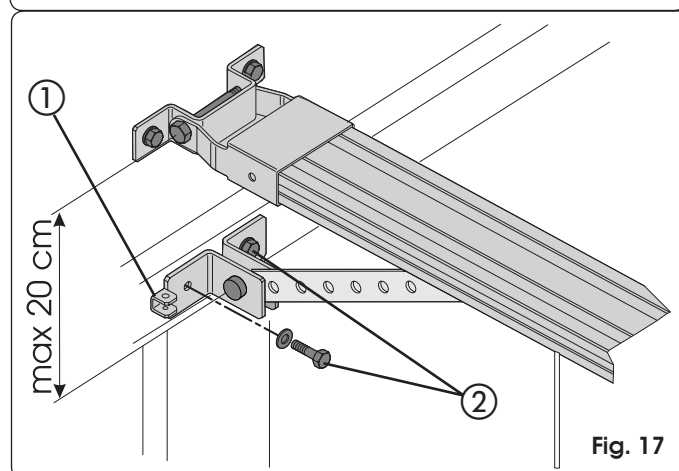
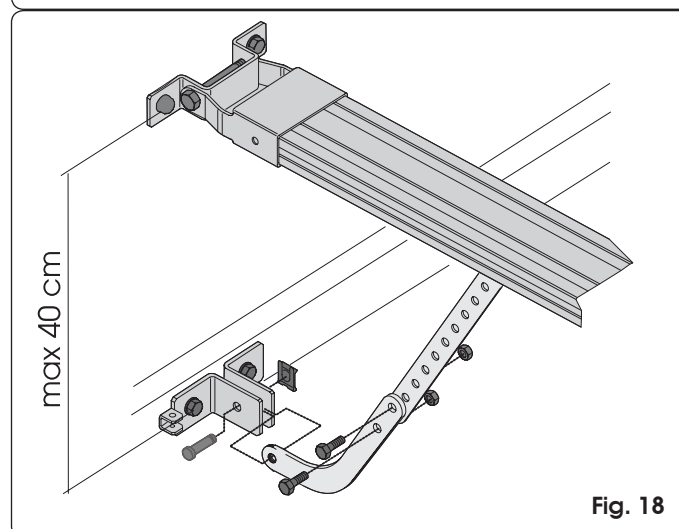

Fig. 17
Fig. 18
Zet de bevestiging zo op de deur dat het gat voor het ontgrendelingskabeltje naar de linkerkant van de deur is gericht (ref. ① Fig. 17).
- 4) Controleer of de afstand tussen de middellijn van de bevestigingsgaten van de bevestiging aan de voorkant en die van de bevestiging op de deur niet groter is dan 20 cm (Fig. 17). Voor een correcte werking van het automatische systeem wordt aangeraden te vermijden dat de hoek tussen de bovenste arm en de geleiderail groter is dan 30°. Als een (optionele) gebogen arm voor sectionale deuren wordt gebruikt, assembleer hem dan met de rechte arm van de geleideslede zoals aangeduid in Fig. 18. Voor een efficiëntere bevestigingsbeveiliging wordt aangeraden de bevestiging zo laag mogelijk op de sectionale deur vast te zetten, maar niet meer dan 40 cm van de bevestiging van de aandrijving aan de voorkant.
- 5) Markeer de plaats van bevestiging op de deur, boor de gaten en zet de bevestiging op de deur vast met de schroeven (ref. ② Fig. 17) **NIET** bijgeleverd.